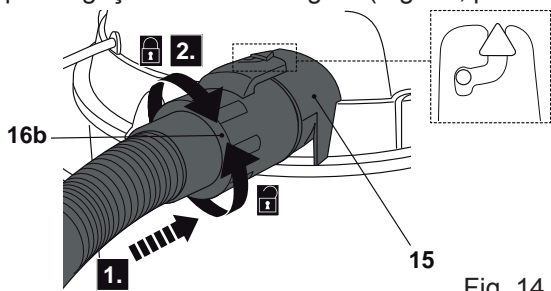

Fig. 14
- > Alinhe a seta no conector da mangueira (16b) com o marcador na abertura exterior da saída de ar (15) e deslize o conector da mangueira para a saída de ar (Fig. 14, passo 1).
- > Rode o conector da mangueira (16b) no sentido dos ponteiros do relógio e certifique-se de que a ligação está bem segura (Fig. 14, passo 2).